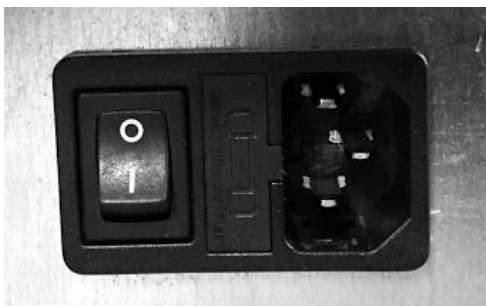

Fig. 74 - Elektrische Steckdose mit Hauptschalter
- Das Netzkabel zuerst an der Rückseite des Ofens anschließen (siehe **Fig. 74**) und dann an einer elektrischen Steckdose an der Wand.
- Der Hauptschalter 0/I (siehe **Fig. 74**) wird nur betätigt, um den Ofen einzuschalten, ansonsten sollte er ausgeschaltet sein.